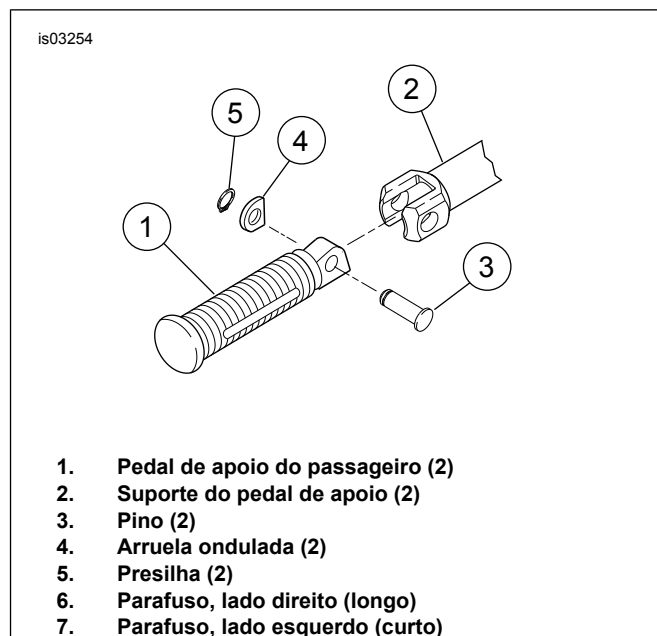

Figura 6. Montagem do pedal de apoio do passageiro (lado direito)
4. Veja a Figura 6. Remova o pedal do passageiro (1) do suporte do pedal (2) removendo o pino (3), a arruela ondulada (4) e a presilha (5). Guarde as peças para a instalação do kit.
1. Veja a Figura 6. Instale o pedal do passageiro (1) no suporte do pedal (2) usando o pino original (3), a arruela ondulada (4) e a presilha (5).